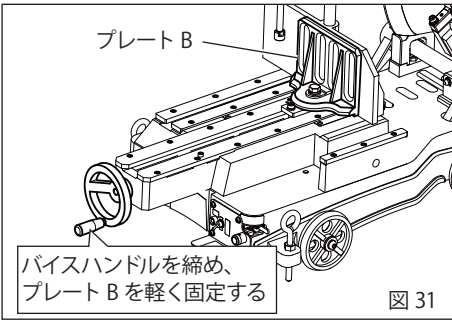

図 31
5. 切断終了（図 31）
①プレート B がプレート A に当たる状態にし、バイスノブを軽く時計方向に回して固定します。
②上クランプの蝶ねを締めて上クランプを固定します。